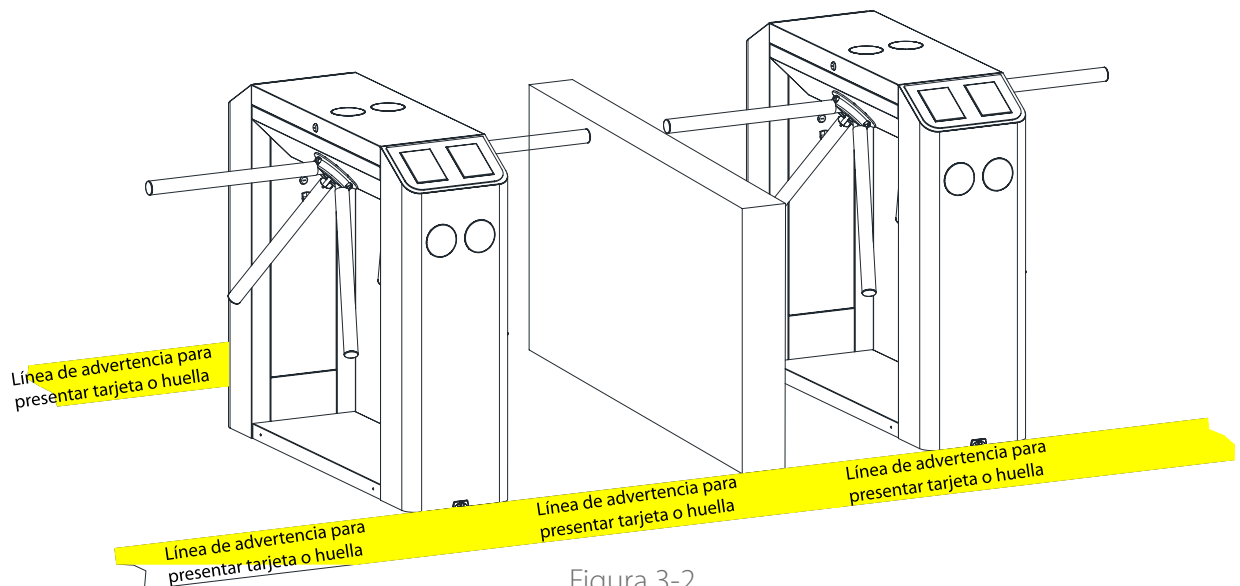

Figura 3-2
3. Se sugiere establecer una línea de advertencia para presentar la tarjeta o huella de los usuarios a una distancia moderada con el fin de reducir la probabilidad de fallos por el uso incorrecto del equipo como se muestra en la figura 3-2.